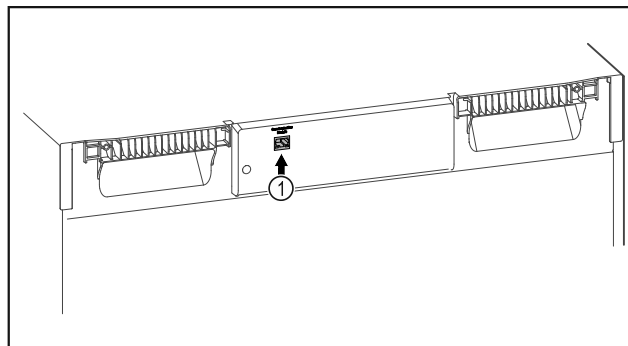

Fig. 112
- ❑ SmartModule Fig. 112 (1) inserito.